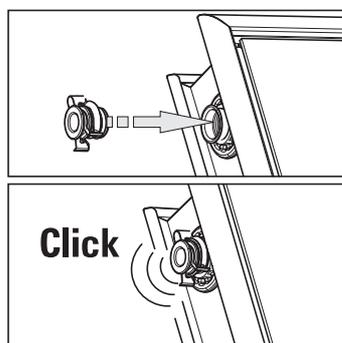

Fig. 3-32 Fase di lavoro 4
4. Inserire i tappi nei tubi di collegamento dei collettori ancora aperti fino all'arresto delle graffe di fissaggio (fig. 3-32).